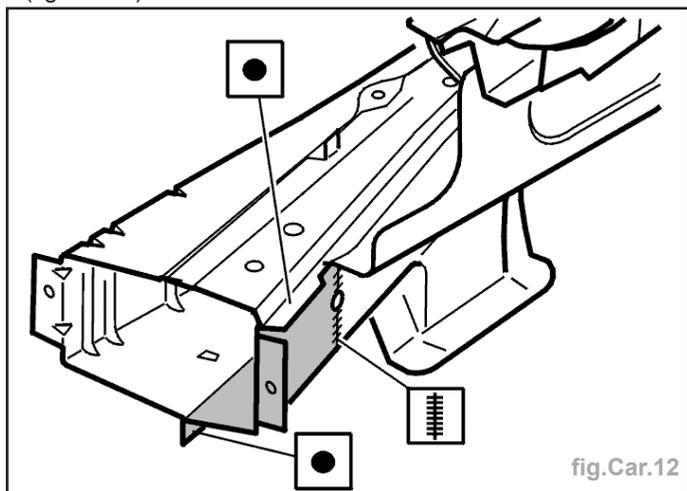

fig.Car.12
- Fixer et souder la pièce de rechange pour la mettre en place (fig.Car.12).